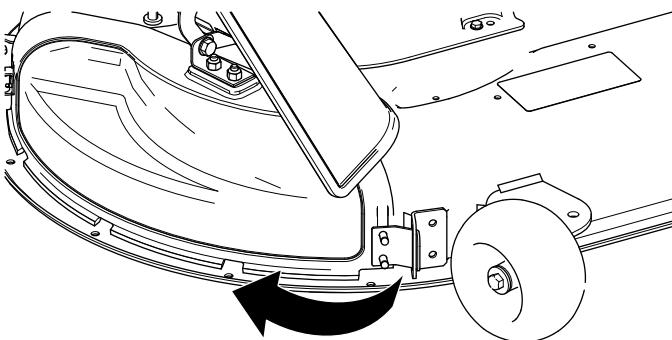

**Рисунок 12**
5. Отклоните металлический выступ на крышке выброса так, чтобы вывести его из паза в кронштейне, приваренном к деке газонокосилки (Рисунок 12).